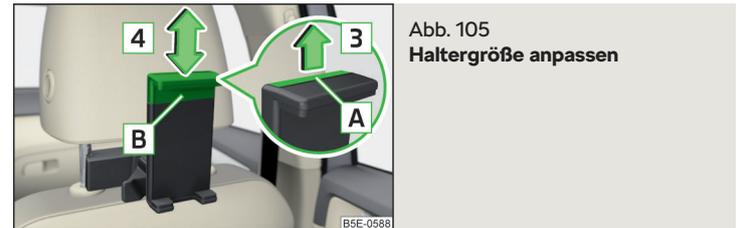

Abb. 105 Haltergröße anpassen
- Zur **Anpassung der Haltergröße** die Sicherungslasche **A** in Pfeilrichtung **3** herausziehen und den Teil **B** in Pfeilrichtung **4** in die gewünschte Position verschieben » Abb. 105.